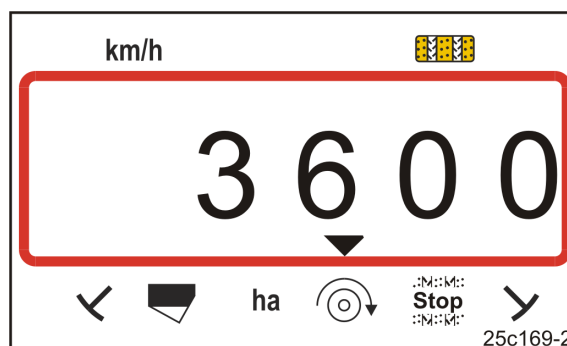

Fig. 17
- Indicación (Fig. 17) velocidad actual de la turbina (p.ej. 3600 [1/min.]).